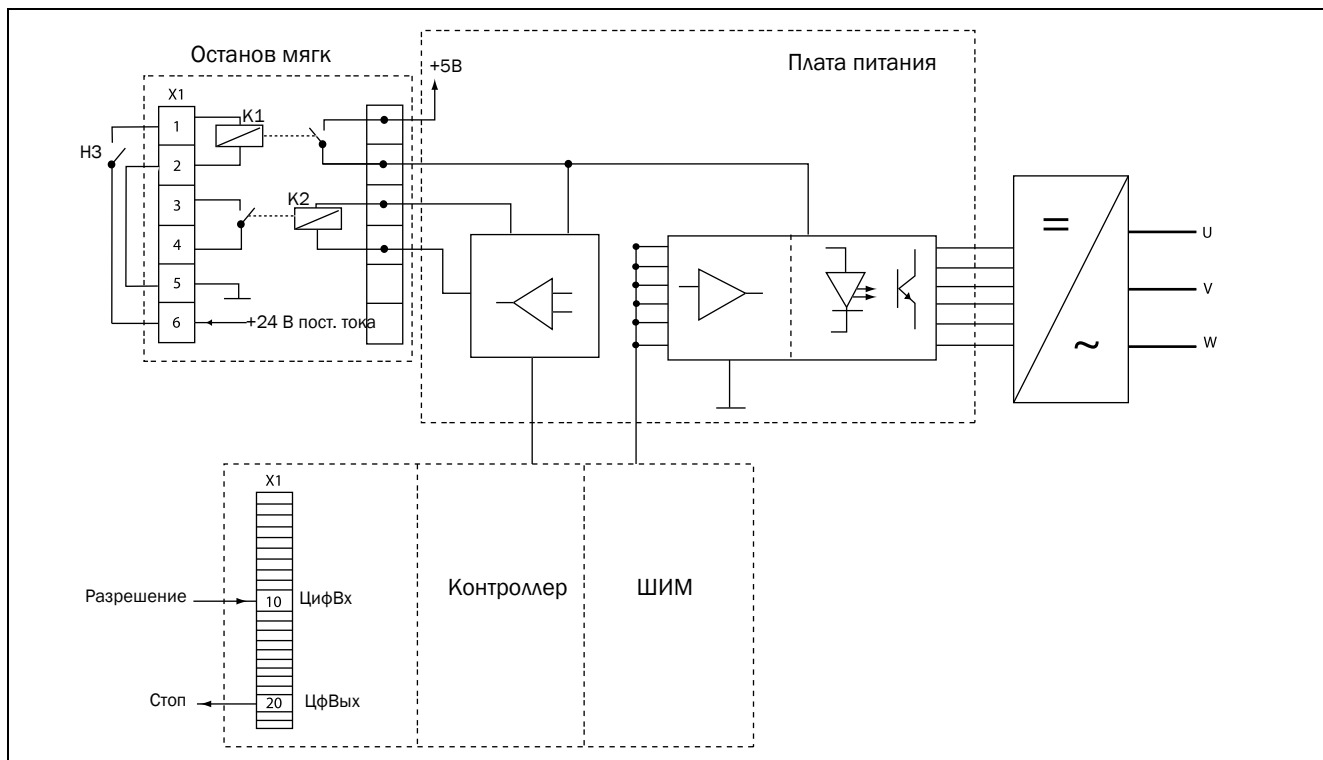

Рис. 148 Подключение "Безопасного останова"
- На плате расширений "Безопасного останова" необходимо активировать вход "Блокировка", подключив к клеммам 1 (Блокировка +) и 2 (Блокировка -) источник 24 В постоянного тока (V_{DC}), чтобы подать напряжение питания цепей преобразователя на провода питания реле К1. См. также Рис. 148.
- Высокий уровень сигнала на цифровом входе, например, клемма 10 на Рис. 148, для которой установлено значение "Разрешение". О настройке цифрового входа см. глава 11.5.2, стр. 170.
Для мониторинга функции "Разрешение" можно пользоваться командой "RUN" цифрового выхода. О настройке цифрового выхода, например, клеммы 20 в примере Рис. 148, см. глава 11.5.4, стр. 177 [540].